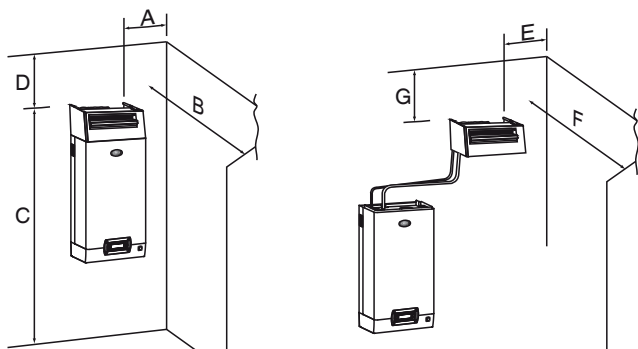

Fig. 3.j
2. El soporte de fijación en forma de "L" (ver la parte 1 de la Fig. 3.b) se suministra con los distribuidores de vapor modelos de DP085* a DP025*. Para longitudes inferiores el soporte puede ser suministrado como opcional (cód. 18C478A088).
Distribuidores de vapor para aplicación en ambiente. Están dotados de ventilador para favorecer la absorción del vapor en el aire. Los distribuidores ventilados VSDU0A* se pueden utilizar para humidificadores con caudal de hasta 18 kg/h (39.7 lb/h); pueden ser utilizados, pues, para UR002...UR013. Pueden ser conectados sobre el humidificador, o separadamente en posición remota utilizando el soporte de fijación VSDBAS0001 (ver la fig. 3.c).